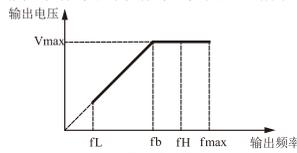

图 F0-1 电压与频率示意图
是电机的额定电压; 如下图所示的 Vmax; fH、fL 分别定义为上限频率和下限频率, 如图 F0-1 所示:
- 最大输出频率、上限频率、下限频率的关系如上图 F0-1 所示, 设置时请注意大小顺序。